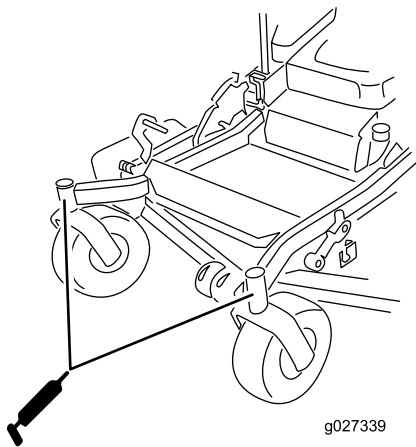

Figura 57
15. Instale o tampão hexagonal e o tampão antipoeira (Figura 57).
16. Lubrifique os rolamentos da roda giratória (Figura 57).